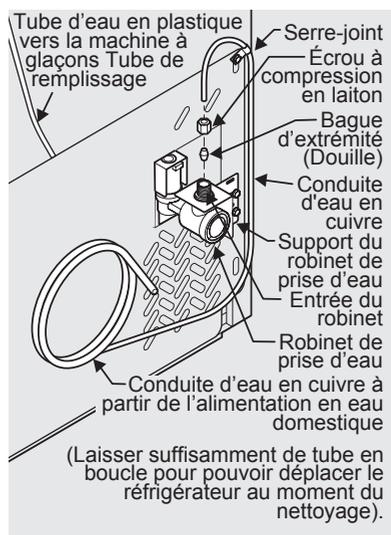

Figure 1
4. Si vous utilisez des tubes en cuivre - Glissez l'écrou à compression en cuivre, puis la bague d'extrémité (douille) sur la conduite d'alimentation en eau. Poussez la conduite d'alimentation en eau dans l'entrée du robinet de prise d'eau aussi loin que possible (6 mm - ¼ po). Glissez la bague d'extrémité (douille) dans l'entrée du robinet et serrez l'écrou de compression à la main dans le robinet. Serrez d'un autre demi-tour avec une clé ; NE PAS serrer trop fort. Voir Figure 1.